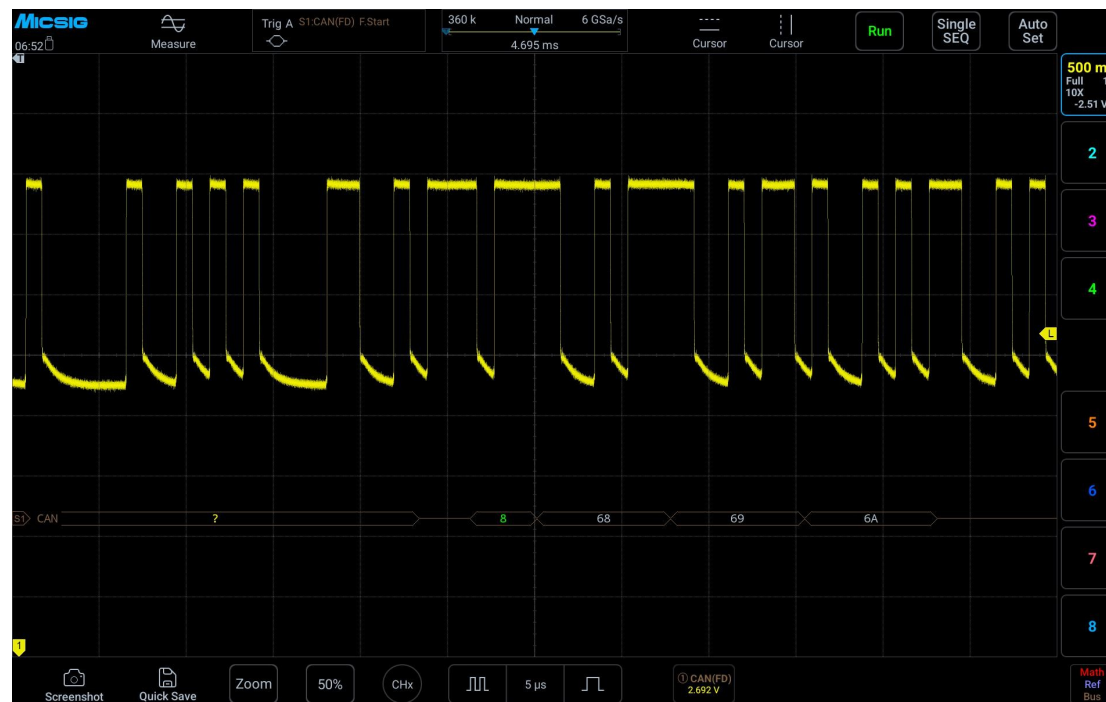

Abbildung 12-16 CAN-Bus-Dekodierungsoberfläche
- (1) Tippen Sie auf S1, um den Dekodierkanal zu öffnen, und klicken Sie erneut auf S1, um das Buskonfigurationsmenü zu öffnen;
- (2) Wählen Sie als Bus-Typ „CAN“ aus und klicken Sie anschließend auf „Ch1“, „Idle High“ und „1 Mb/s“; stellen Sie die FD-Baudrate auf „None“ ein. Klicken Sie nach der Einstellung auf den leeren Bereich, um das Menü zu schließen;
- (3) Öffnen Sie das Konfigurationsmenü für den Triggermodus und klicken Sie auf „Frame Start“;
- (4) Passen Sie den Schwellenwert entsprechend der Signalamplitude an; die grafische Benutzeroberfläche für den CAN-Trigger ist in Abbildung 12-16 dargestellt: